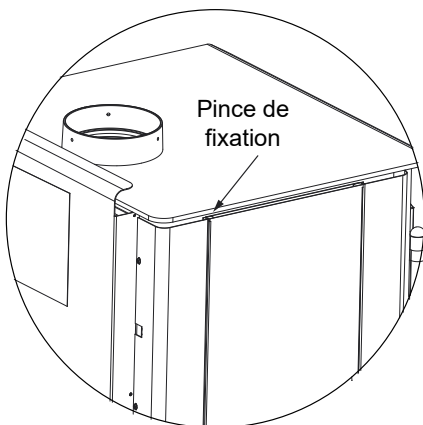

Figure 24.3
Les appareils sont expédiés avec une pince pour le panneau latéral complet, de chaque côté. Retirez et jetez les goupilles avant l'utilisation (Figures 24.3).
2. Retirez le cadre des tuiles du côté de l'appareil en le soulevant et le retirant de l'appareil (La figure 24.3 présente le retrait du panneau latéral complet).